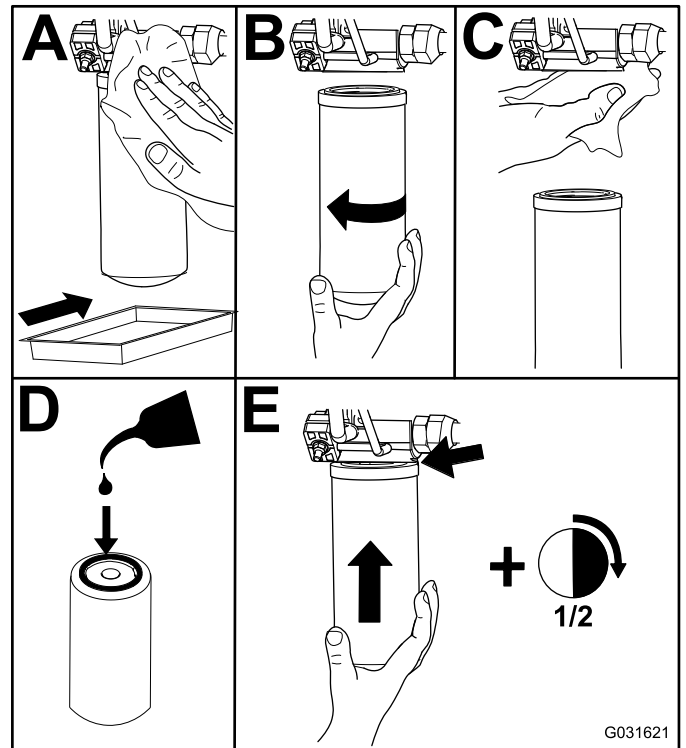

Bild 97
2. Wechseln Sie den Ladehydraulikfilter im Hydraulikhubraum aus, wie in Bild 97 abgebildet.
4. Tauschen Sie den Rücklaufilter an der rechten Seite der Maschine aus (Bild 97).